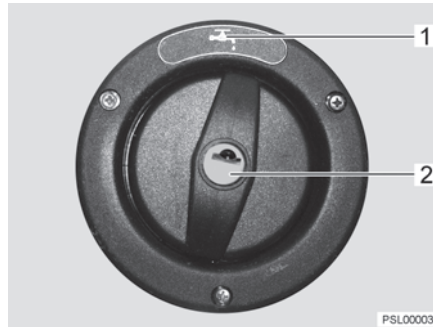

Fig. 165 Tapa de cierre para el tubo de llenado de agua potable
El tubo de llenado de agua potable está identificado con el símbolo "grifo" (Fig. 165,1). La tapa de cierre se abre o cierra con la llave para las cerraduras de trampa exteriores.
- Introducir la llave en el cilindro de cierre (Fig. 165,2) y girarla un cuarto de vuelta en sentido contrario a las agujas del reloj.